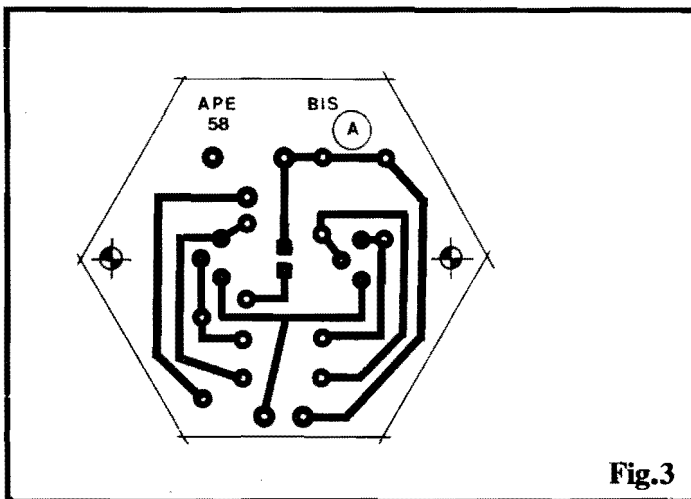

Fig.3
- FIG. 3 - LAY OUT DO CIRCUITO IMPRESSO ESPECÍFICO (EMISSOR) - Sem muito "segredo", devido à grande simplicidade do padrão cobreado (poucos componentes e reduzidas interligações...), a figura mostra, em tamanho natural, a placa do MÓDULO EMISSOR (A), com ilhas e pistas claramente marcadas (recomenda-se o uso de decalques na traçagem, para maior elegância e precisão...). Observar a forma final sugerida, hexagonal, facilitando a acomodação num container redondo (ver OPCIONAIS/DIVERSOS na LISTA DE PEÇAS...). Nada impede, contudo, que o Leitor/Hobbysta, tendo optado por caixa quadrada ou retangular, faça o "recorte" final da placa também numa forma quadrangular... Julgamos, porém, mais elegante, prático e funcional, o formato geral redondo (para a caixa) e hexagonal (para a placa), facilitando inclusive a centragem e calibração ótica do sistema, alinhamentos de sensores e emissores de I.V. com as respectivas lentes, etc.